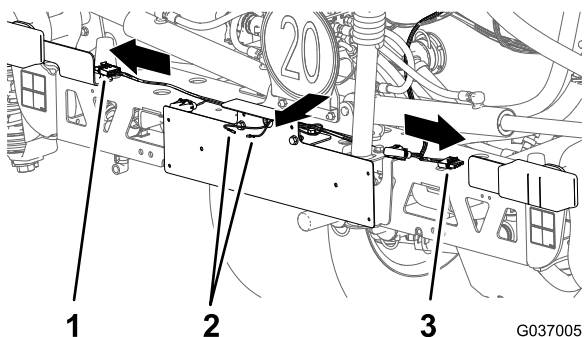

Figura 38
4. Encaminhe a cablagem para a esquerda do fluxímetro e na direção do canal da estrutura da rampa (Figura 38).
- 5. Encaminhe os dois conectores estilo bala rotulados LUZ DA MATRÍCULA através do furo de 25 mm no suporte da placa de matrícula (Figura 38).